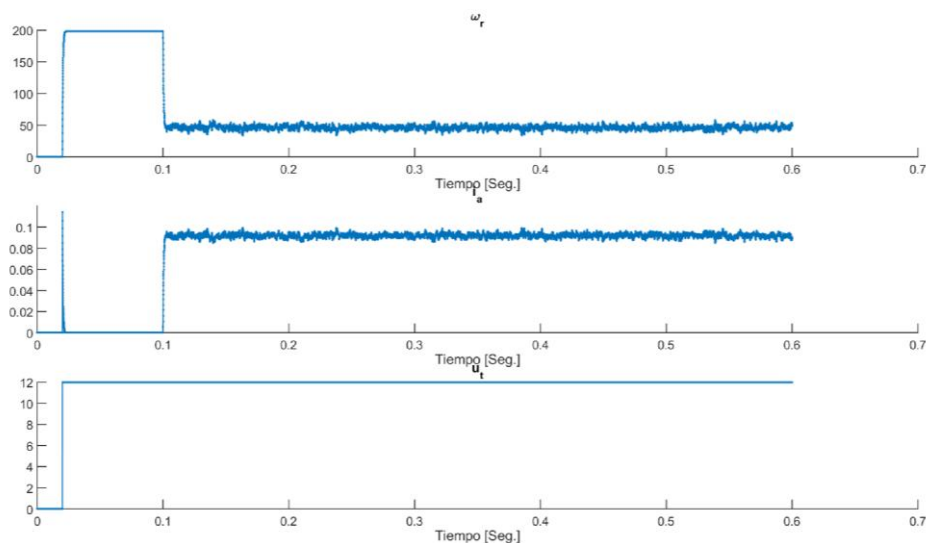

Fig. 1-3. Curvas de un motor CC para una entrada de 12V.
- 1- Obtener el torque máximo que puede soportar el motor modelado mediante las Ecs. (5) (6) y (7) cuando se lo alimenta con 12V, graficando para 5 segundos de tiempo la velocidad angular y corriente  $i_a$ .
- 3- A partir de las curvas de mediciones de las variables graficadas en la Fig. 1-3, se requiere obtener el modelo del sistema considerando como entrada un escalón de 12V, como salida a la velocidad angular, y a partir de 0,1segundo se aplica un  $T_L$  aproximado de  $7,5 \cdot 10^{-2}$  Nm. En el archivo Curvas\_Medidas\_Motor.xls están las mediciones, en la primer hoja los valores y en la segunda los nombres. Se requiere obtener el modelo dinámico, para establecer las constantes de la corriente.